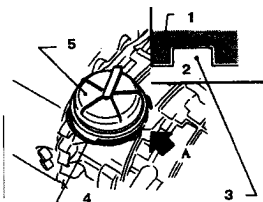

Рис. 7.17 Правильное положение установки колпачка регулятора (См. Раздел 9)
5. Установка проводится в обратном порядке снятия. Проверьте правильность установки колпачка. Замените уплотнительное кольцо (См. Рис. 7.17)